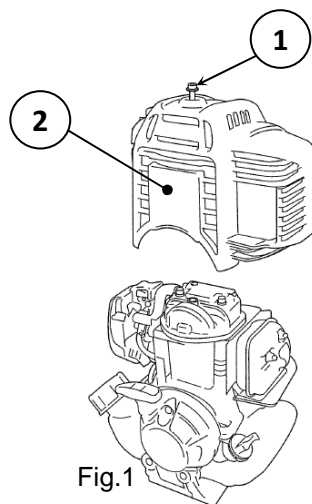

Fig.1
- ① Dévisser le boulon Rep.① (voir Fig.1)
- ② Retirer le capot supérieur Rep.②.